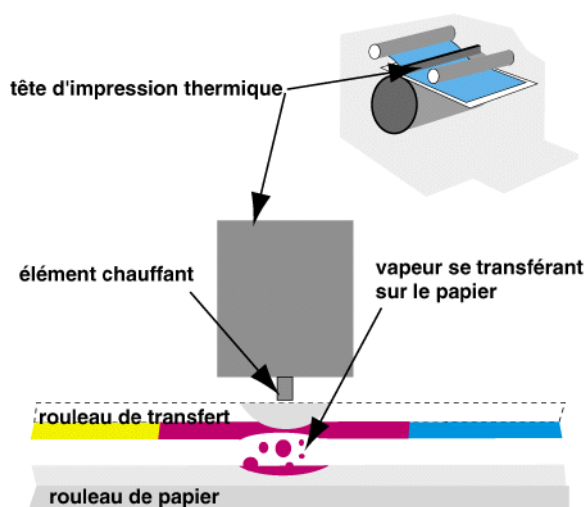

Fig.5 : principe du transfert thermique par sublimation.
- la sublimation thermique (fig. 5)